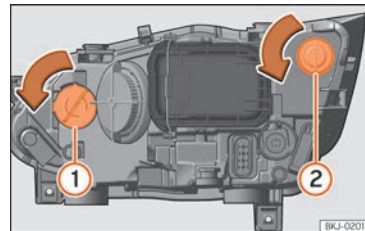

Abb. 54 Im Motorraum: Glühlampe Blinker **1** und Glühlampe DRL-Licht [Tagfahrlicht] **2**.
- Drehen Sie den Lampenträger »» **Abb. 54** ① oder ② nach links und ziehen Sie.